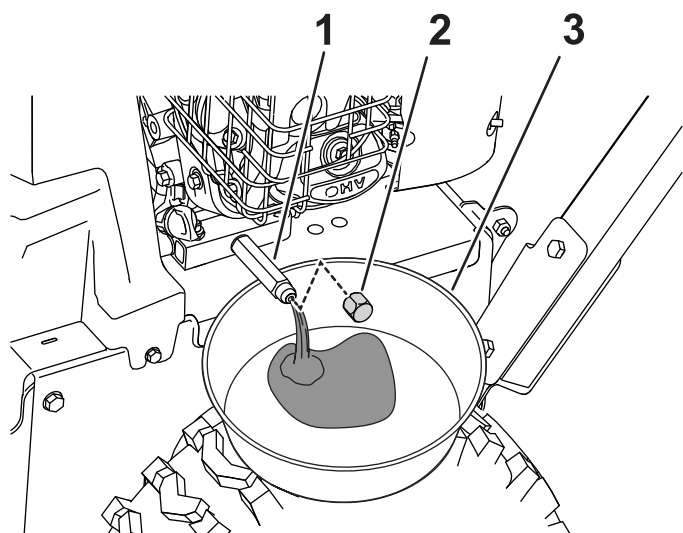

Bild 29
1. Stellen Sie eine Auffangwanne unter das Ablassanschlussstück und nehmen den Ölablassdeckel ab (Bild 29).